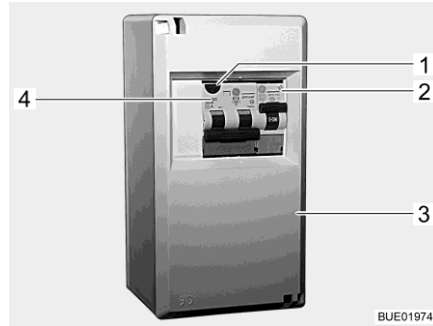
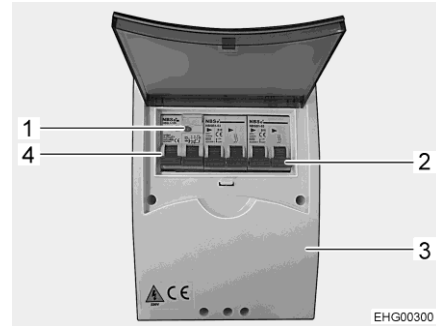

Fig. 205 Scatola dei fusibili a 230 V
Fig. 206 Scatola dei fusibili 230 V (variante)
- Disattivare gli interruttori di sicurezza (Fig. 205,2, Fig. 205,4 o Fig. 206,2, Fig. 206,4) nella scatola dei fusibili (Fig. 205,3 o Fig. 206,3).
- Se il veicolo è collegato all'alimentazione a 230 V, premere il tasto di controllo (Fig. 205,1 o Fig. 206,1) dell'interruttore combinato di sicurezza/per correnti di guasto (Fig. 205,4 o Fig. 206,4) nella scatola dei fusibili (Fig. 205,3 o Fig. 206,3). L'interruttore di sicurezza per correnti di guasto deve scattare.